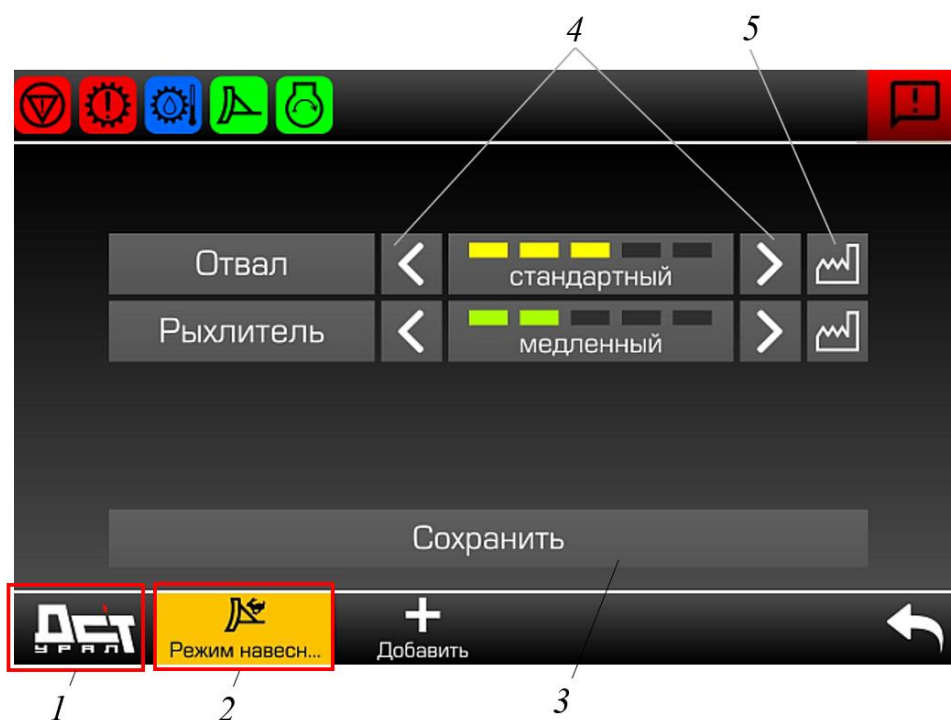

Рисунок 3.95. Режимы рабочего оборудования
- Открыть меню 1 и перейти на страницу «Режимы навесного оборудования», поз. 2, см. рис. 3.95.